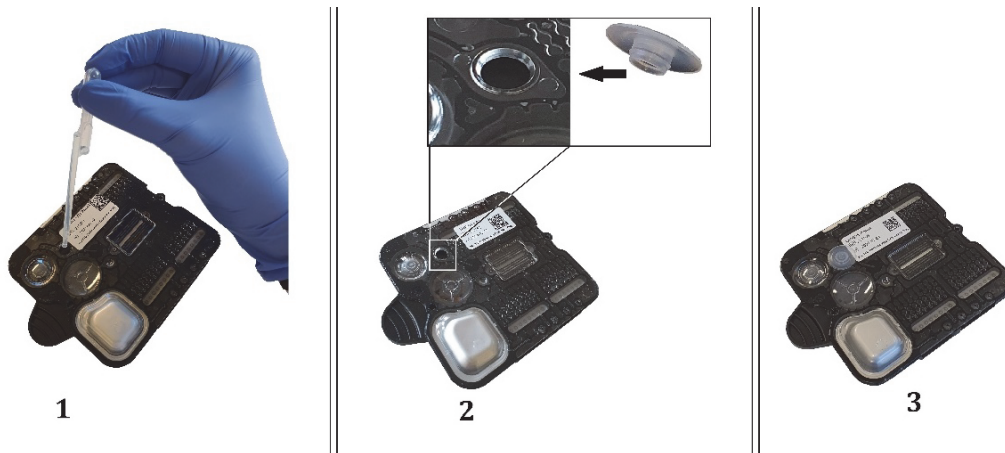

Abbildung 22: 1) Füllen Sie die Patientenprobe oder QC-Probe durch die Probenöffnung ein.
6. Verschließen Sie die Probenöffnung mit der Probenverschlusskappe, indem Sie die Kappe in die Öffnung drücken, bis Sie ein leises Klickgeräusch hören. (Abbildung 22). Wenn die Probenöffnung nicht ordnungsgemäß verschlossen ist und die Kappe nicht richtig platziert wurde, kann die Flüssigkeit in das Analysegerät eindringen und dieses beschädigen.